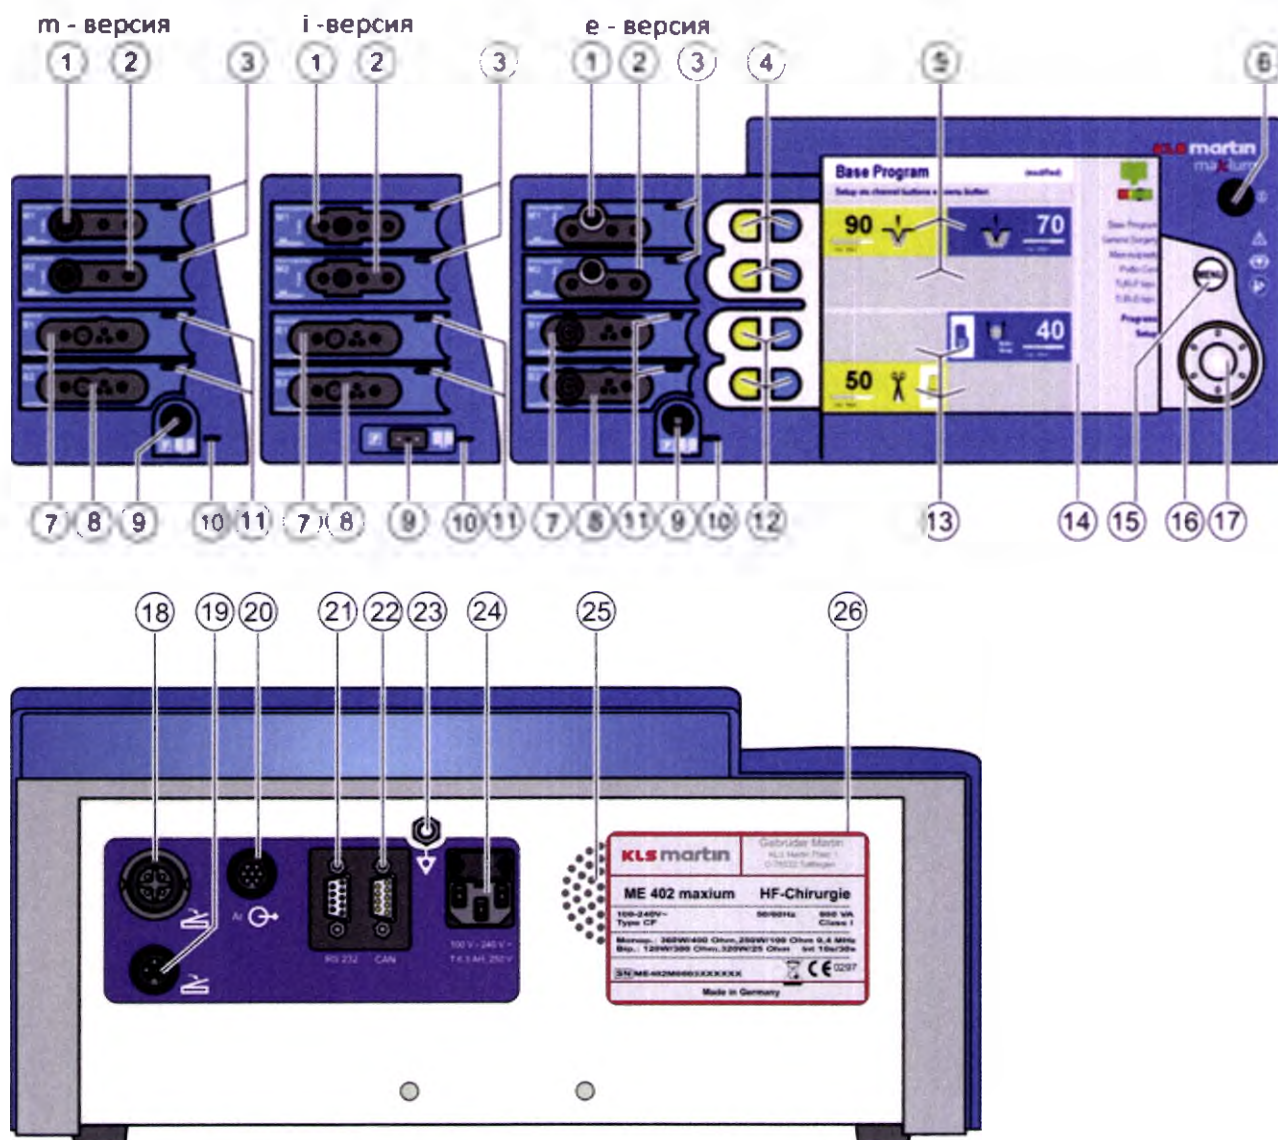

Рис. 6-1: maxium® с модулем m, i и e
Индикаторы состояния (3, Рис. 6-1) и (10, Рис. 6-1) разъемов M1 и M2 загорятся, как только соответствующий ВЧ выход активируется. В зависимости от выбранного режима — резание или коагуляция — индикатор состояния будет гореть жёлтым или синим цветом.
Индикаторы состояния (3, Рис. 6-1) и (11, Рис. 6-1) биполярных выводов B1 и B2 загорятся, как только соответствующий ВЧ выход активируется. В зависимости от выбранного режима — резание или коагуляция — индикатор состояния будет гореть жёлтым или синим цветом.
Для модулей аппарата maxium® версий m- и e- используется разъем (9, Рис. 6-1) для подключения стандартного нейтрального электрода KLS Martin с 6.3-мм штекером.
Для модулей аппарата maxium® версии i- используется разъем (9, Рис. 6-1) для подключения нейтрального электрода с универсальным US штекером (прямоугольный, симметричный).
- двухклавишная педаль подключается к разъему (18, Рис. 6-1),
- одноклавишная педаль подключается к разъему (19, Рис. 6-1).
Педаль, подключаемая к разъёму (18, Рис. 6-1) имеет две клавиши: жёлтую и синюю. Жёлтая кнопка предназначена для активации режимов монополярного и биполярного резания, а синяя — для монополярного и биполярного коагулирования. Соответственно, жёлтая кнопка может быть сопоставлена с любым выводом для резания, синяя — с любым выводом для коагуляции.
К дополнительному разъёму (19, Рис. 6-1) можно подключить однокнопочную педаль, которую можно связать как с режимом резания, так и коагуляции, монополярного или биполярного. Таким образом она может работать с инструментом как для монополярного резания или коагуляции, так и для биполярного резания или коагуляции.
К разъему (18, Рис. 6-1) возможно также подключить двухклавишные педали, имеющие каталожные номер 80-821-04-04 и 80-825-30-04 KLS Martin, предназначенные для биполярных приложений в составе ВЧ аппаратов серии ME 401/411. В этом случае использоваться может только синяя клавиша для активации тока.
Для подключения аргового блока maxium® Beamer используется разъем (20, Рис. 6-1). Разъем предназначен как для управления функциями, так и для питания аргового блока maxium® Beamer.
Аппарат maxium® оснащен двумя различными интерфейсами (21 и 22, Рис. 6-1). Интерфейс RS-232 (21, Рис. 6-1) предназначен для подключения аппарата к внутренней сети операционной с одной стороны и для некоторых сервисных задач (таких как считывание внутренних данных из аппарата в ПК или обновление программного обеспечения) с другой стороны.
Интерфейс CAN (22, Рис. 6-1) служит для подключения аппарата к внутренней сети операционной, а также для управления внешними устройствами, например, эвакуатором дыма.
При использовании ВЧ оборудования в операционной требуется обеспечить равенство потенциалов, для этого используется разъем заземления (23, Рис. 6-1) аппарата maxium® (например, это требуется при внутрисердечных операциях). Кабель заземления не входит в стандартный комплект поставки, поэтому при необходимости может быть приобретён отдельно по каталожному номеру 80-260-50-04.
Высокочастотный аппарат maxium® поставляется с источником питания широкого диапазона (24, Рис. 6-1), который позволяет подключать аппарат к сети с напряжением от 100 В до 240 В. При работе в этом диапазоне не требуется проводить дополнительных настроек. В разъём электропитания встроены два предохранителя (Т 6,3 АН, 250 В).